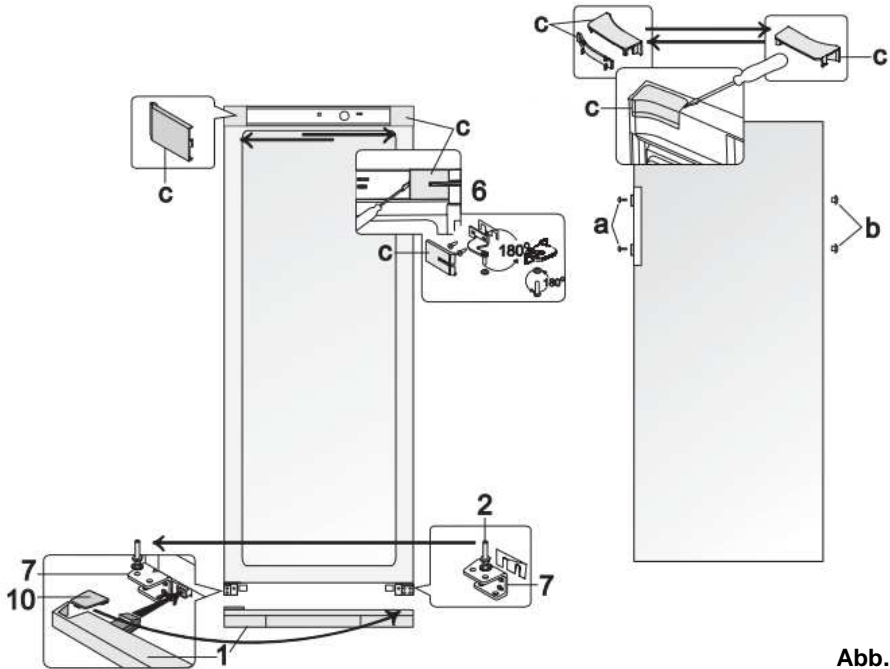

Abb. 8
Flaschenkühlschrank 700272 (Abb. 8)
1. Entfernen Sie die Abdeckleisten (c) vom Gehäuse und Türinnenseite, nehmen Sie die obere Halterung (6) samt Unterlegscheiben mit aufgestülpten Unterlegscheiben und Kunststoffdichtung unter der Halterung ab.
3. Nehmen Sie die untere Abdeckleiste (1) ab.
4. Lösen Sie den Tragstift (2) von der unteren Halterung (7). Schrauben Sie ihn zusammen mit allen Scheiben an der gegenüberliegenden Halterung (7), symmetrisch der vorherigen Stellung (Abb. 8).
5. Setzen Sie die Kühlschranktür auf den Tragstift (2) von Halterung (7).
6. Drehen Sie die Halterung (6) samt Tragstift, aufgestülpten Unterlegscheiben und Kunststoffdichtung um 180°. Drehen Sie den Tragstift samt Unterlegscheiben heraus und schrauben Sie ihn auf der anderen Seite der Halterung wieder fest. Setzen Sie die Halterung (6) in der Kühlschranktür ein und schrauben Sie diese in die Öffnungen auf der Gegenseite des Kühlschranks fest.
9. Entfernen Sie den Deckel (**10**) der unteren Abdeckung (**1**) und legen Sie ihn in die Führungen auf der anderen Seite der unteren Abdeckung (**1**) (symmetrisch der vorherigen Stellung). Setzen Sie den linken und rechten Bein der unteren Abdeckung (**1**) in die Löcher (**Abb. 8**) und schieben Sie die Abdeckung bis diese einrastet.